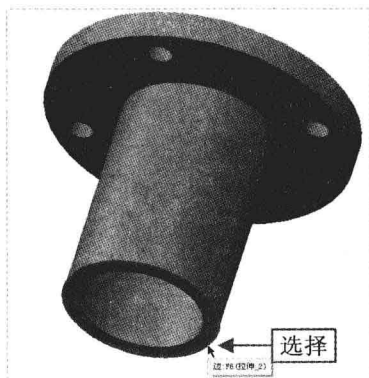

图 8-74 选择合适的边线
Step 04 在绘图区选择合适的边线，如图 8-74 所示。